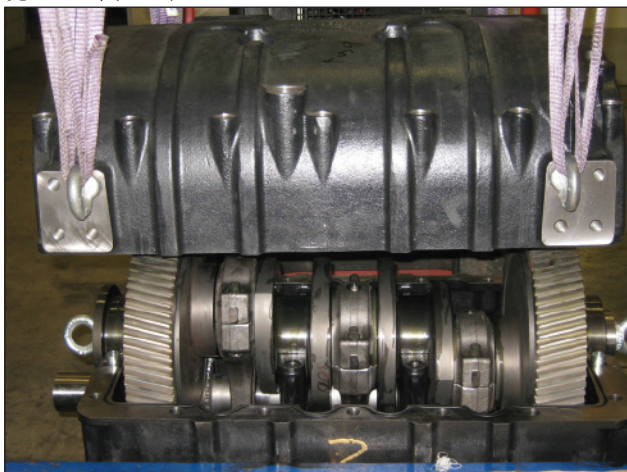
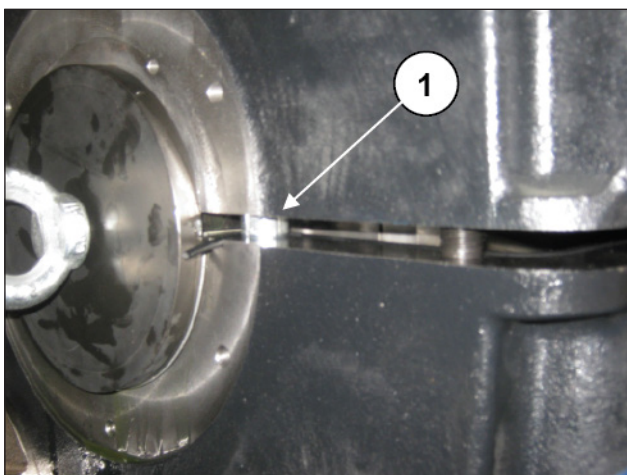

图 110
图 111
装上后泵壳(图 110)并检查相对于前泵壳定位孔的对中状况 (①, 图 110)。
通过22颗M16螺栓固定后泵壳 (①, 图 110) 如图图 111所示。